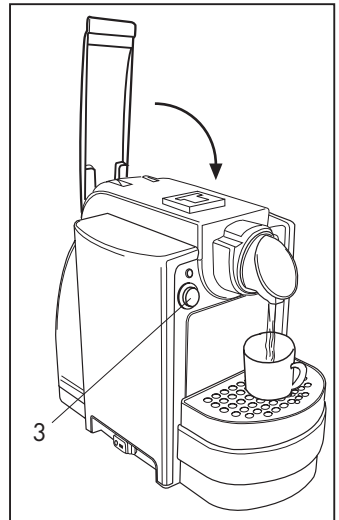

Abb. 10
- Schließen Sie wieder den Hebel vollständig und drücken Sie die Taste (3) zur Kaffee-/Teeausgabe und drücken Sie die Taste (3) wieder wenn die gewünschte Menge erreicht ist (**Abb. 10**).
- Schließen Sie wieder den Hebel vollständig und drücken Sie die Taste (3) zur Kaffee-/Teeausgabe und drücken Sie die Taste (3) wieder wenn die gewünschte Menge erreicht ist (**Abb. 10 Seite 33**)